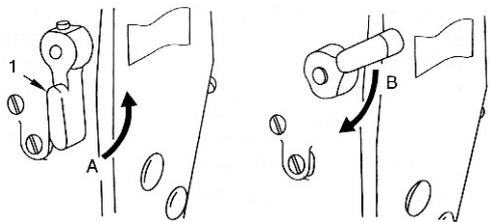

Fig. 16
10. LEVANTADOR DO CALCADOR (FIG. 16)